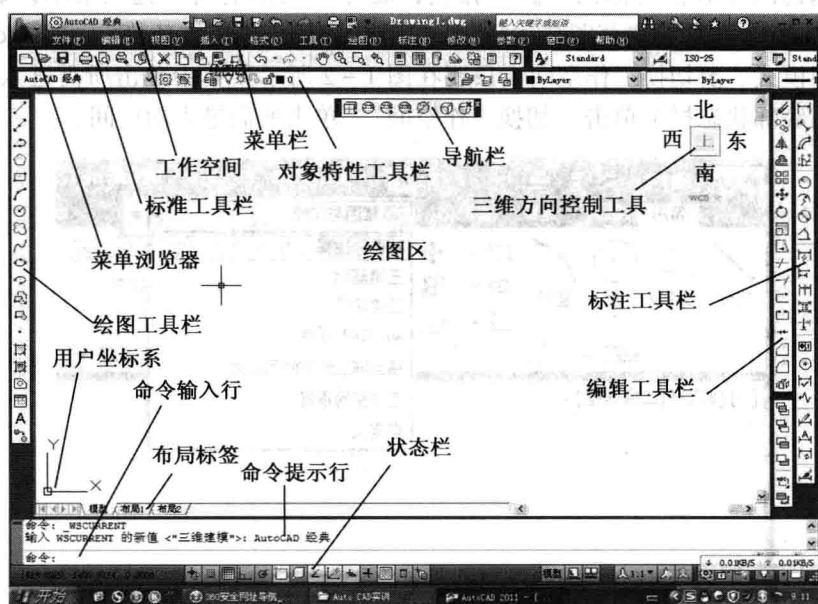

图 1-4 AutoCAD 经典界面
- (2) 在软件窗口中，分别单击“菜单浏览器”按钮、“功能区选项板”、“快速访问工具栏”，并单击各“功能区选项板”下方的“▼”按钮，显示出隐藏的内容，观察各选项。
(3) 将工作空间切换到“AutoCAD 经典”界面，AutoCAD 经典界面窗口中各区域的名称如图 1-4 所示。